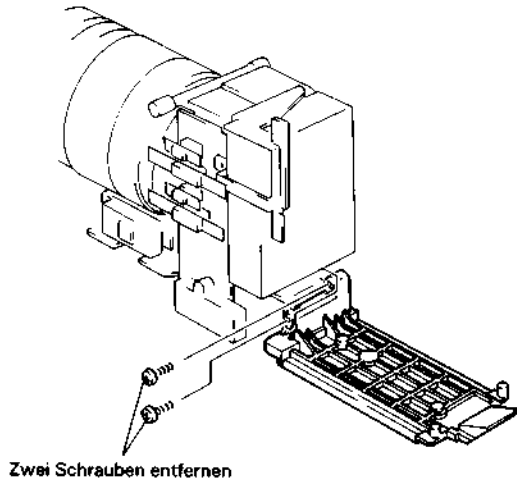

Abb. 2.36 Ausbau der Regelkreis-Leiterplatte
Ausbau der Regelkreis-Leiterplatte (Abb. 2.36, 2.37)
3. Die zwei (2) Befestigungsschrauben des Bodenrahmens entfernen (siehe Abb. 2.36).